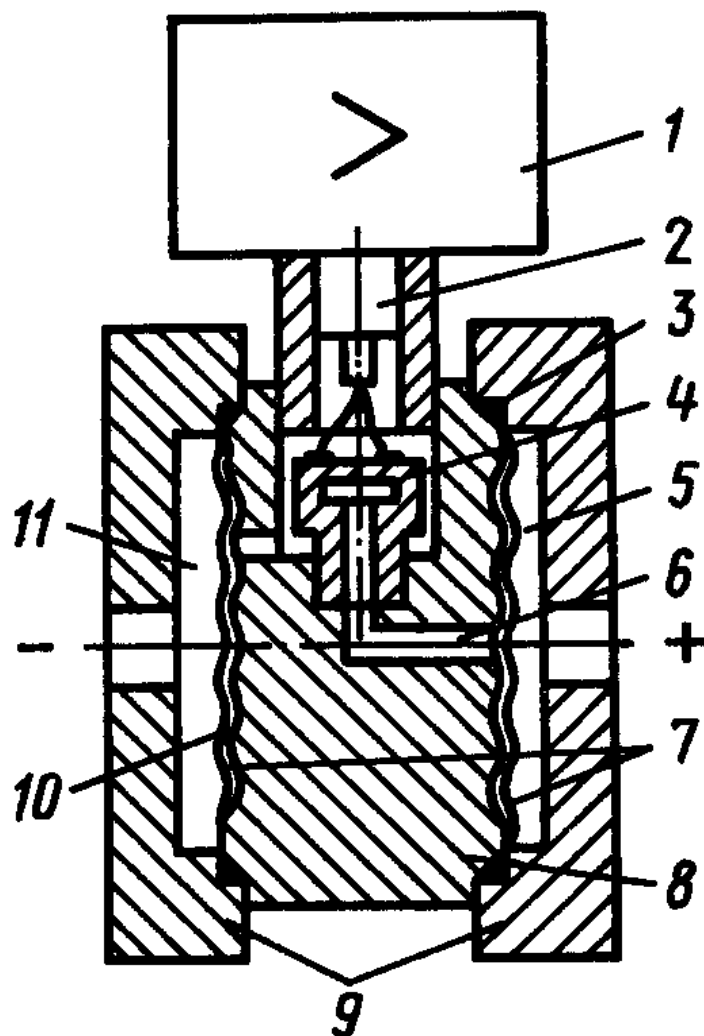

Рис. 5
6.9 Схема преобразователей Сапфир-22М моделей 2450, 2460 представлена на рис. 5.